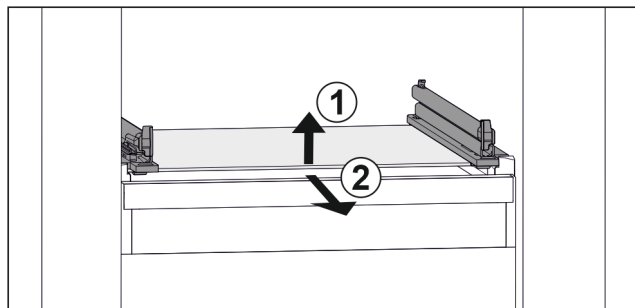

Fig. 153 Exemple de représentation de la tablette en verre
- ▶ Soulever la tablette en verre par l'avant. Fig. 153 (1)
- ▶ Retirer la tablette en verre par l'avant. Fig. 153 (2)